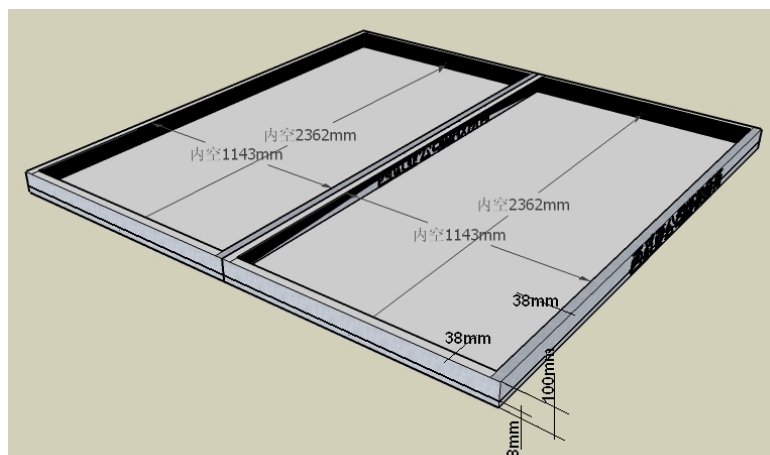

图2 赛台尺寸
3.2.2 单个赛台的内部尺寸为长 1143mm、宽 2362mm，四周装有边框，高为  $77\text{mm} \pm 13\text{mm}$ ，厚度为 38mm，赛台底板厚度为 18mm，如图 2 所示。边框内侧为黑色。组装好的赛台边框内高为  $77\text{mm} \pm 13\text{mm}$ 。
3.2.4 比赛时两张赛台背靠背放在一起，如图 2 所示。两支参赛队各占一张赛台。参赛队员面向赛台时，赛台左西右东，场地膜上有一个表示方向的标志。为了便于操作，赛台会架高 500~650mm。参赛队自己练习时可以只用一张赛台，称为“半台”。